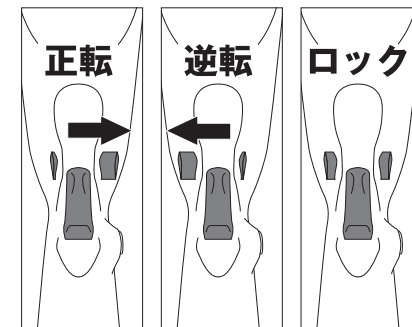

図1
- ・回転方向を替えるには、正逆転切り替えレバーを図1の側にする则右回転（正転）になり、レバーを図2の側にする则左回転（逆転）になります。レバーを図3の位置にする则ロックされます。